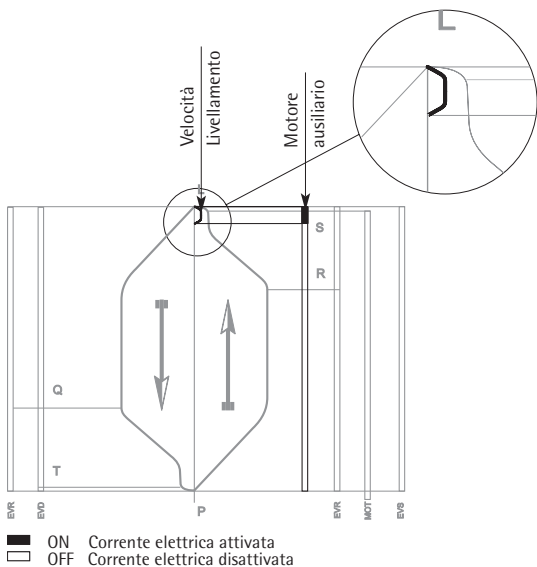

Fig. 41 Diagramma della velocità di cabina
- Il diagramma della velocità di cabina è quello di Fig. 41 pag. D840M3L.059.